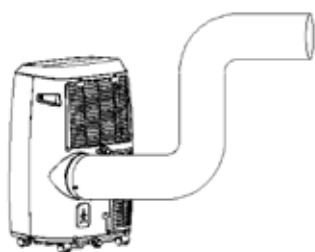

Fig. 6
- 3) Conforme ilustrado na Fig. 6, encaixe a mangueira de drenagem corretamente (apenas se estiver a utilizar o modelo de aquecimento)☒